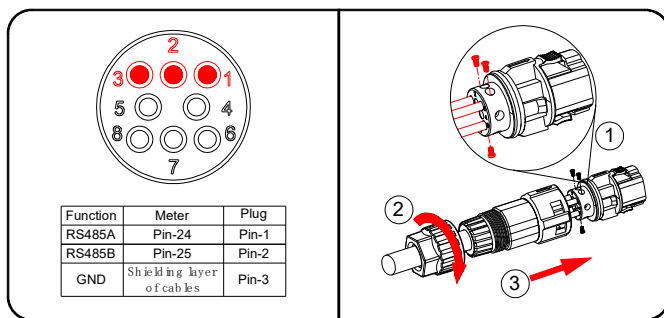

FIG 8 Assembly plug
- 4) Passe a outra extremidade do cabo, na sequência, pela porca de aperto, anel de vedação e receptáculo do plugue, conforme mostrado na FIG 8.
- 6) Conforme a FIG 8, ajuste o comprimento do cabo, aperte a porca de travamento do plugue na luva e, em seguida, empurre o plugue conectado para dentro da luva.